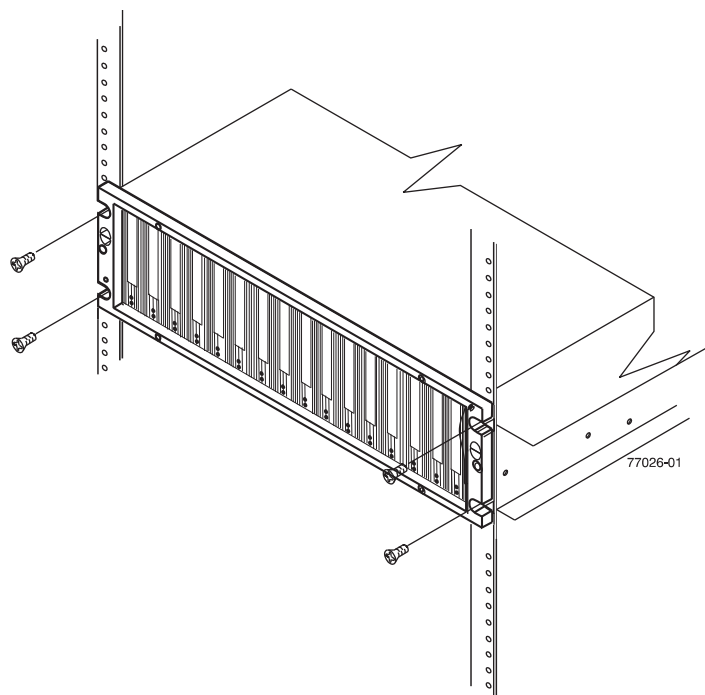

図 13. ラックへのストレージ拡張エンクロージャーの固定
4. ストレージ拡張エンクロージャーを固定します。34 ページの図 13 に、ストレージ拡張エンクロージャーをラックに固定する方法を示します。
- c. ストレージ拡張エンクロージャーの前面を 4 個の M5 ねじを使用して、34 ページの図 13 に示すように固定します。